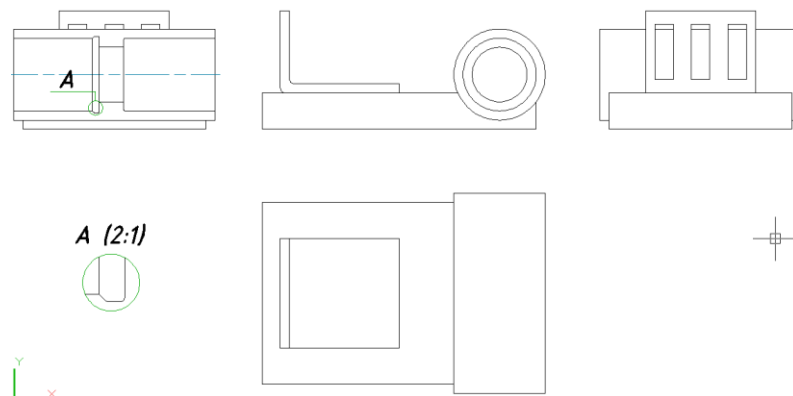

Рис. 8.46. Вигляд ескізу прикладу 8.2
- застосовано ситуацію схову, створено місцевий вид, ескіз набув вигляду, подібного до рис. 8.46